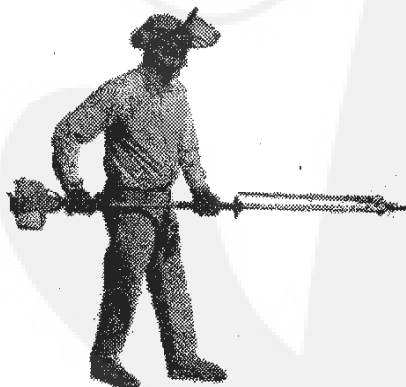

Figure 1
- Ne jamais transporter la tailleuse de haies avec le moteur en marche. Le dispositif de coupe doit être recouvert de son protecteur, et replié vers l'arrière, au cours du transport (Fig.1).